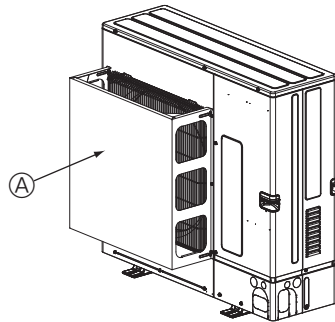

Fig. 2-4
- ② Monter en luftkanal (ekstrautstyr) hvis enheten monteres på et sted der sterk vind fra en orkan osv. kan komme direkte inn i luftløpet. (Fig. 2-4)